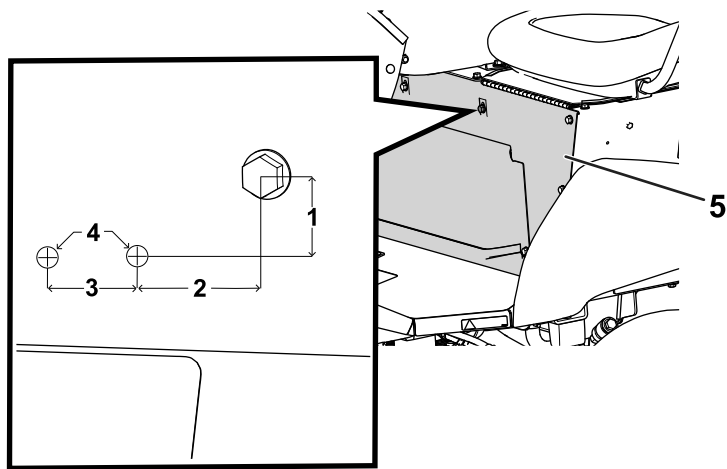

Figura 27
- A partir do parafuso na base do banco, meça e faça dois furos na base do banco (Figura 27).